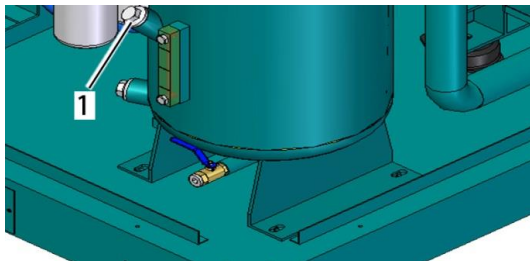

图36：加油口塞头
5. 松开并取下加油口塞头 (图36/1)，拆下的密封件须避免遗失。